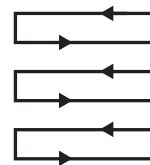

Fig. 20
- > Tondez en rangées qui se chevauchent légèrement. La configuration la plus efficace pour tondre les pelouses est la tonte en lignes droites le long de l'un des côtés. Cela permet de conserver les mêmes lignes et de veiller à ce que toute la pelouse soit coupée sans oublis (Fig. 20).